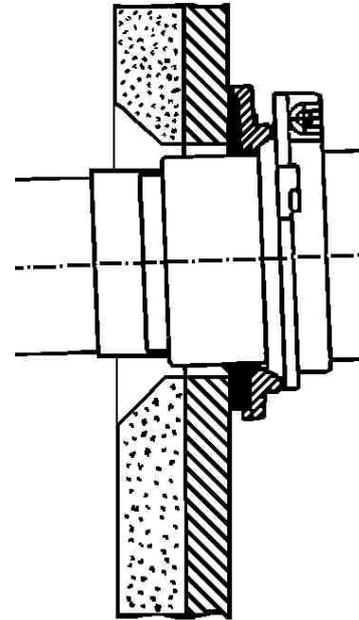

Fig. 9: Revestimiento de la puerta de la caldera, recortado en forma de cono
- > Montaje brida caldera (ver Fig. 7 – Fig. 9) a la caldera